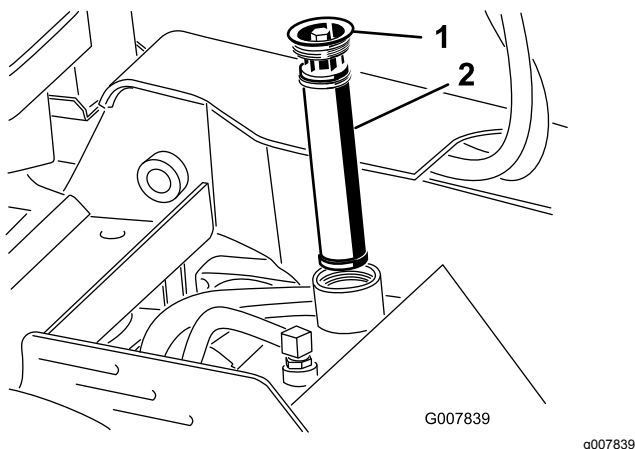

Bild 54
5. Reinigen Sie den Bereich um den Einfüllstutzen des Hydraulikbehälters und nehmen Sie den Deckel und den Filter mit einem Sechskantschlüssel aus dem Einfüllstutzen (Bild 54).
10. Setzen Sie den Hydraulikfilter und den Fülldeckel (Bild 54) ein und ziehen Sie die Schraube oben bis auf 13-15,5 N·m an.
5. Entfernen Sie den Fülldeckel des Hydraulikbehälters und den Filter (Bild 54).